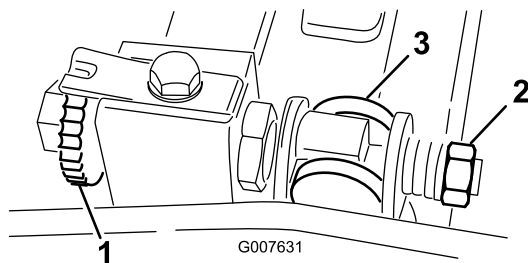

Bild 58
1. Drehen Sie die Einstellschraube des Untermesserträgers nach links, um den Abstand zwischen Untermesser und Spindel zu vergrößern (Bild 58).
2. Drehen Sie die Federspannungsmutter so weit hinaus, bis die Scheibe nicht mehr gegen den Untermesserträger angespannt ist (Bild 58).